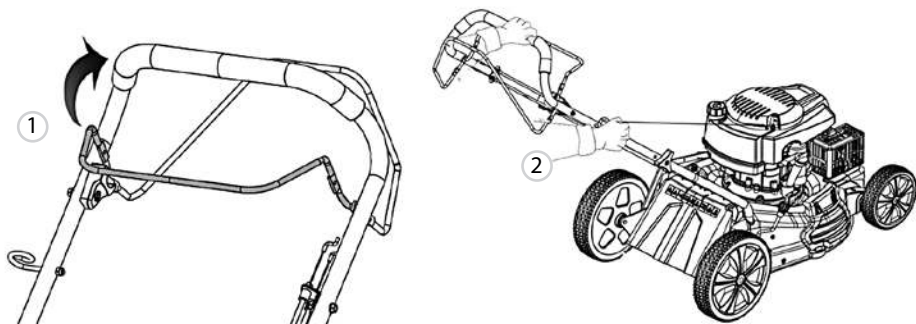
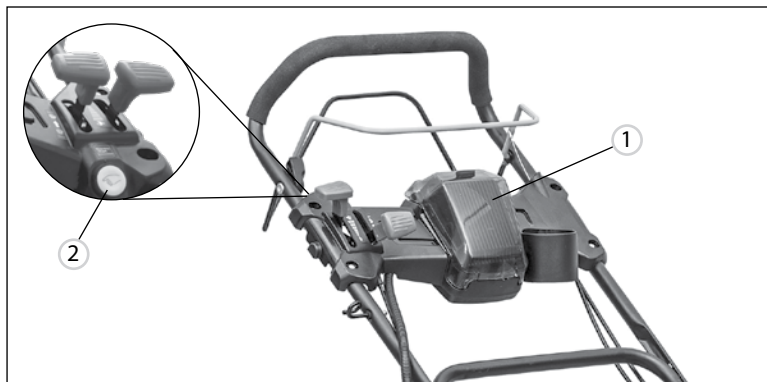

Рис. 9
Рис. 10
4. Для ручного запуска нажмите рычаг привода ножа (рис. 9), медленно вытащите шнур ручного стартера, пока не почувствуете сопротивление, а затем быстро потяните его (2, рис. 9). Повторите данный процесс несколько раз до запуска двигателя.
5. Для запуска моделей GLD-520SP-VE, GLD-460SP-VE с помощью электростартера установите заряженный аккумулятор в специальное гнездо 1 (рис. 10) на панели и, зажав рычаг привода ножа 1 (рис. 9), нажмите на кнопку старта 2 (рис. 10) до запуска двигателя.